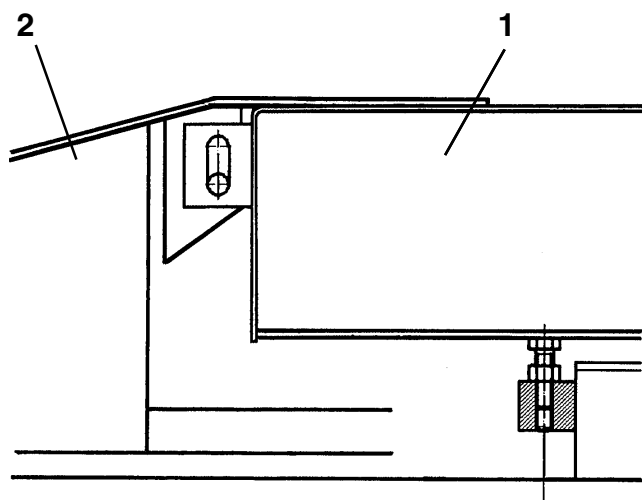

Fig.33
Rif. Fig.33 - Procedere come al paragrafo 4.13 tenendo conto dell' allineamento delle pedane (1) rispetto alle rampe di salita (2).
Ref. Fig. 33. Proceed as described in paragraph 4.13, checking the alignment of the platforms (1) with respect to the approach ramps (2).
Rif. Fig. 33. Gemäß Paragraph 4.13 verfahren, dabei die Fluchtung der Fahrschienen (1) den Auffahrampen (2) gegenüber beachten.
Ref. Fig.33. Suivre les marches au paragraphe 4.13 en considérant l'alignement des chemins de roulement (1) par rapport aux rampes de montée (2).
Ref. Fig. 33. Proceder como se indica en el párrafo 4.13 teniendo en cuenta la alineación de las plataformas (1) con respecto a las rampas de subida (2).